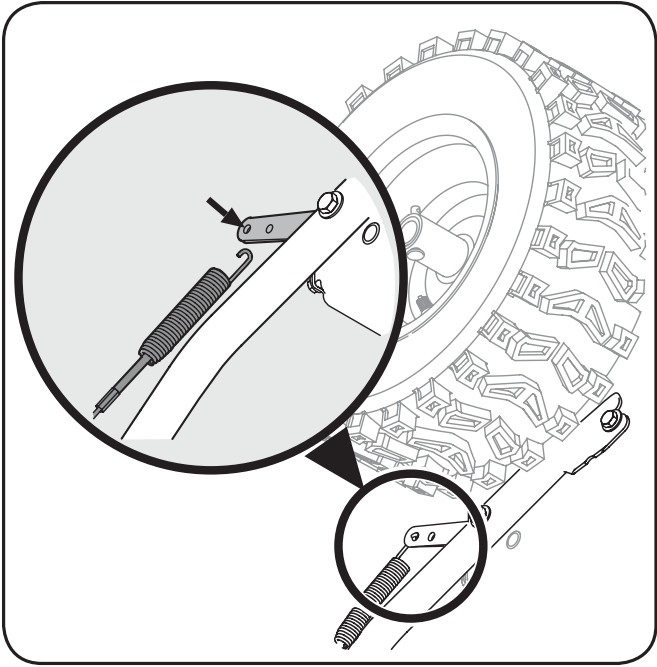

Fig. 3-12
- IMPORTANT:** Si la tarière n'est pas complètement immobile, retournez immédiatement à la position de conduite et arrêtez le moteur. Attendez que toutes les pièces se soient immobilisées avant d'ajuster à nouveau le câble de la tarière.- Pour ajuster à nouveau le câble de commande, décrochez le ressort (sur l'extrémité du câble de la tarière) du support de l'actionneur. Voir la Figure 3-12.